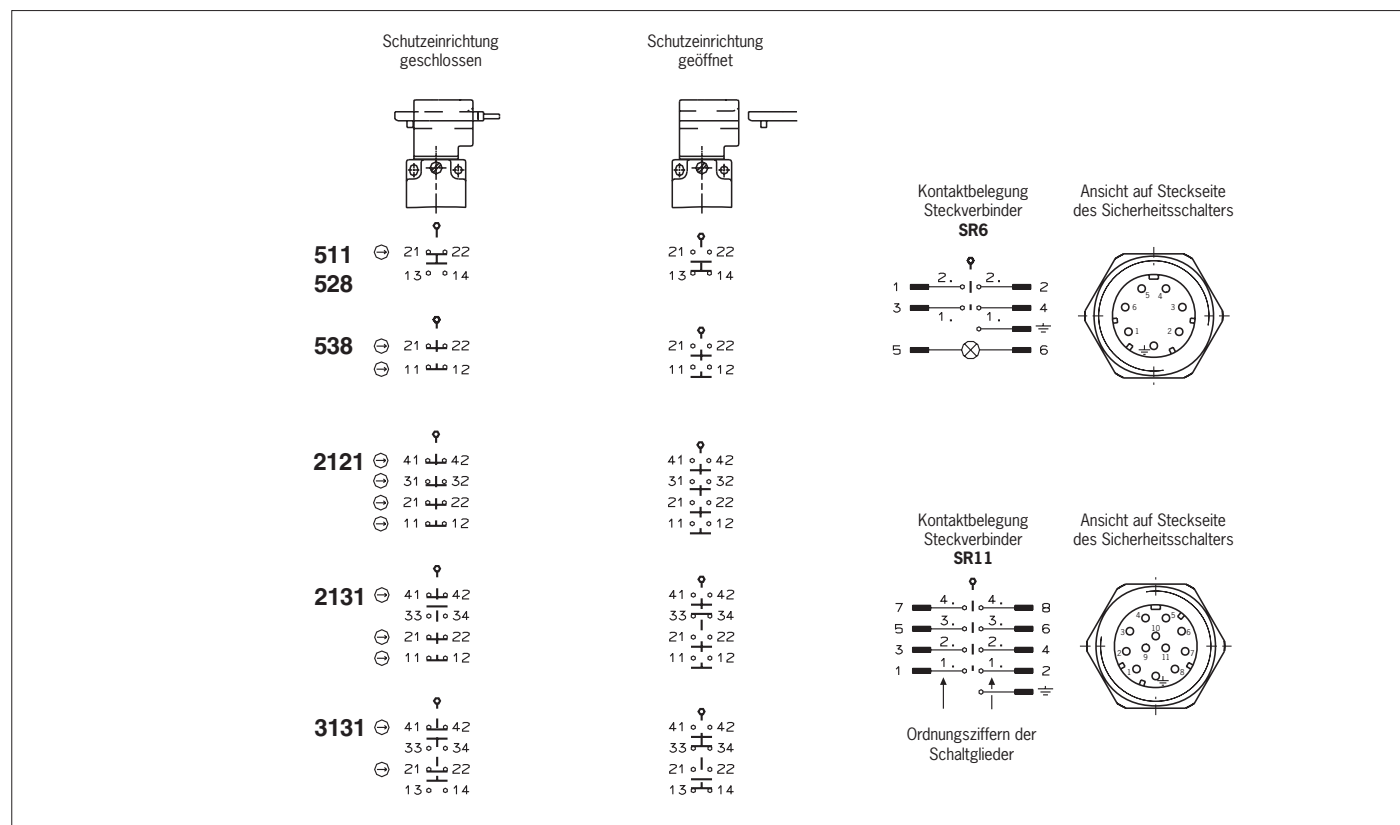

Bild 2: Schaltelemente und Schaltfunktionen
2. Anschließen und Klemmen mit 0,5 Nm anziehen (Kontaktbelegung siehe Bild 2).